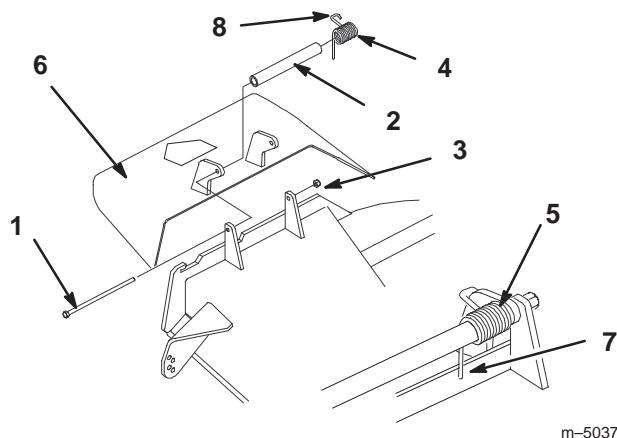

Figure 72
1. Retirez le contre-écrou, le boulon, le ressort et l'entretoise qui fixent le déflecteur aux supports de pivot (Fig. 72). Enlevez le déflecteur s'il est endommagé ou usé.
Remarque : prenez soin de placer l'extrémité droite du ressort derrière le bord du plateau avant de mettre le boulon en place, comme indiqué à la Figure 72.
3. Remettez le boulon et l'écrou. Accrochez l'extrémité crochue du ressort au déflecteur d'herbe (Fig. 72).